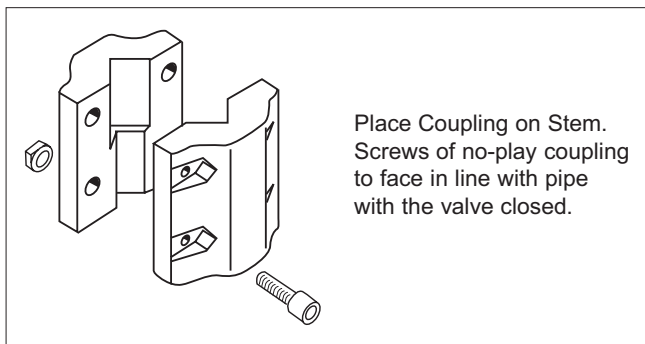

Figura 11.
3. Coloque el acoplamiento en el vástago de la válvula. Si la válvula tiene un acoplamiento atornillado «sin holgura» de dos piezas, monte el acoplamiento de forma suelta en el vástago de la válvula. Utilice tornillos de cabeza con hueco y tuercas de seguridad (**consulte la figura 11**).